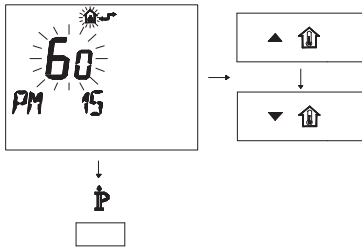

Fig. 5.52
- Modificare il SET programmato agendo sui pulsanti o fino a visualizzare un **set di 60**, aspettare che il numero programmato cominci a lampeggiare (Fig. 5.52).